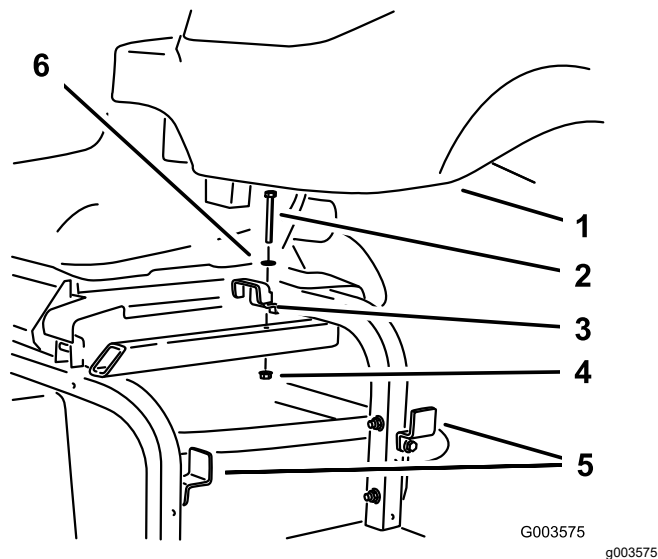

Figura 8
9. Scoateți suportul superior al rezervorului hidraulic de pe cadrul utilajului și slăbiți cele 2 suporturi de pe partea laterală a cadrului (Figura 8). Scoateți rezervorul și păstrați componentele.